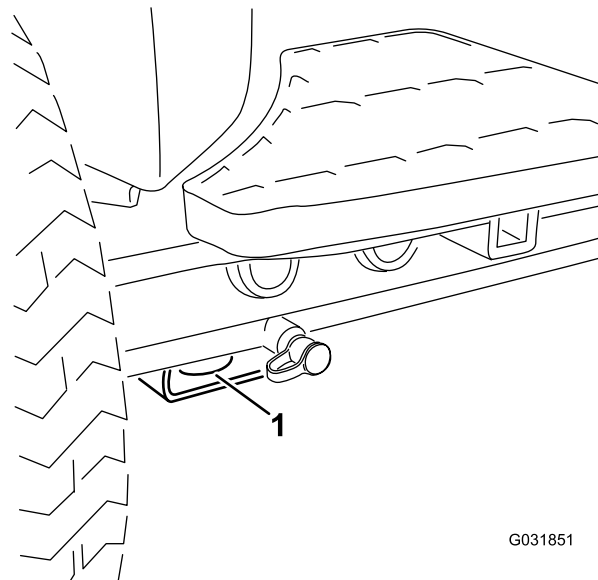

図 22
- 機体の前側各前輪の内側、アクスルチューブの下にある四角いパッド 図 22。